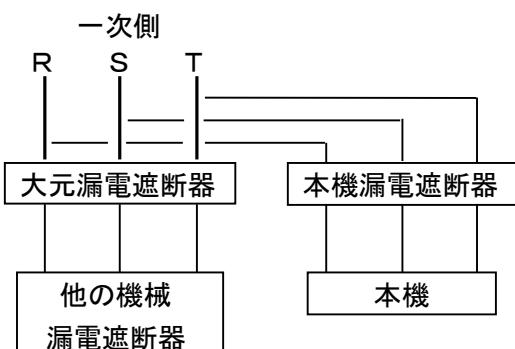

図6-1
- 本機専用に電気工事を行う場合には図6-1の要領で行ってください。